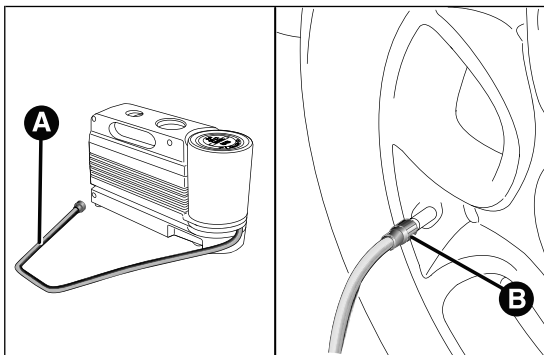

fig. 156
- ☐ **Accionar el freno de mano.** Aflojar el capuchón de la válvula del neumático, extraer el tubo flexible de llenado A fig. 156 y apretar la corona B en la válvula del neumático;